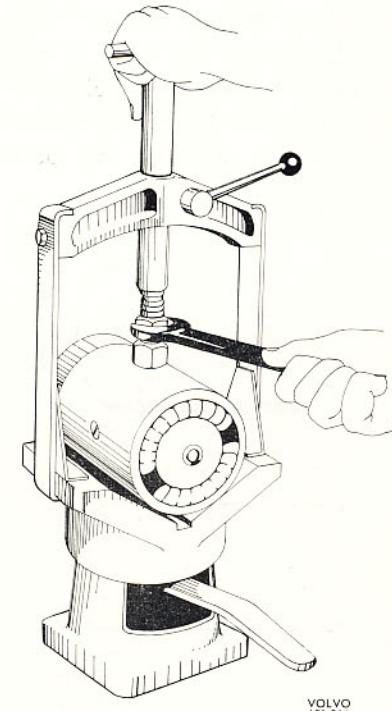

Bild 93. Uppspänningsbock för demontering av fältlindningar
- Lägg därefter in polhuset i den på bild 93 visade uppspänningsbocken (Bosch EFAW 9) eller motsvarande och lossa polskruvorna.